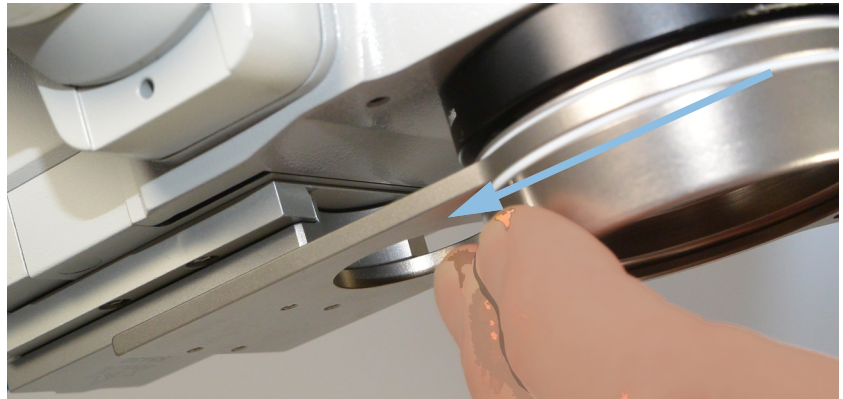

Fig. 9-11: Træk adapterpladen af
- Fjern adapterpladen fra svalehalebeslaget, *Fig. 9-11, side 28.*